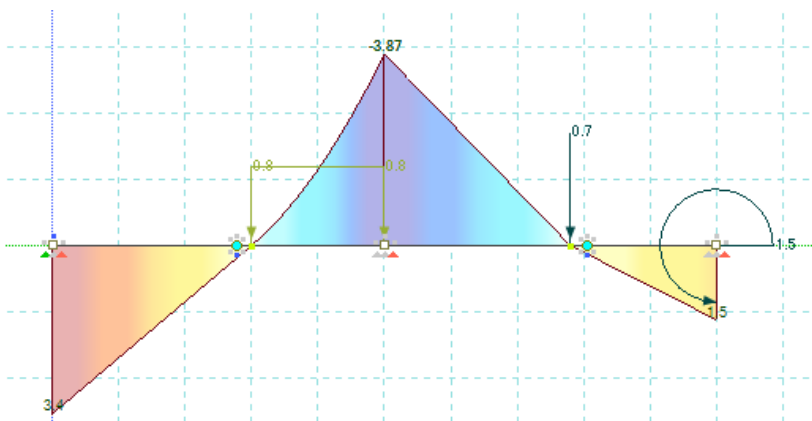

Рис. 56. Эпюра изгибающих моментов M_y
21. Выведите на экран эпюру изгибающих моментов M_y (рис. 56), указав значения ординат.